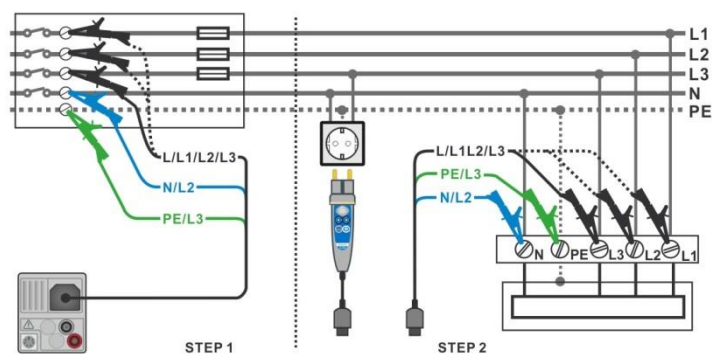

Abbildung 7.52: Spannungsabfallmessung – Anschluss des Commander-Prüfstecker und des 3-Leiter Prüfadapters
- › Schließen Sie die Prüfleitungen am Ausgangspunkt der elektrischen Anlage an, siehe **Abbildung 7.52**.
- › Schließen Sie die Prüfleitungen oder den Commander Prüfstecker an den Prüfpunkten an, siehe **Abbildung 7.52**.